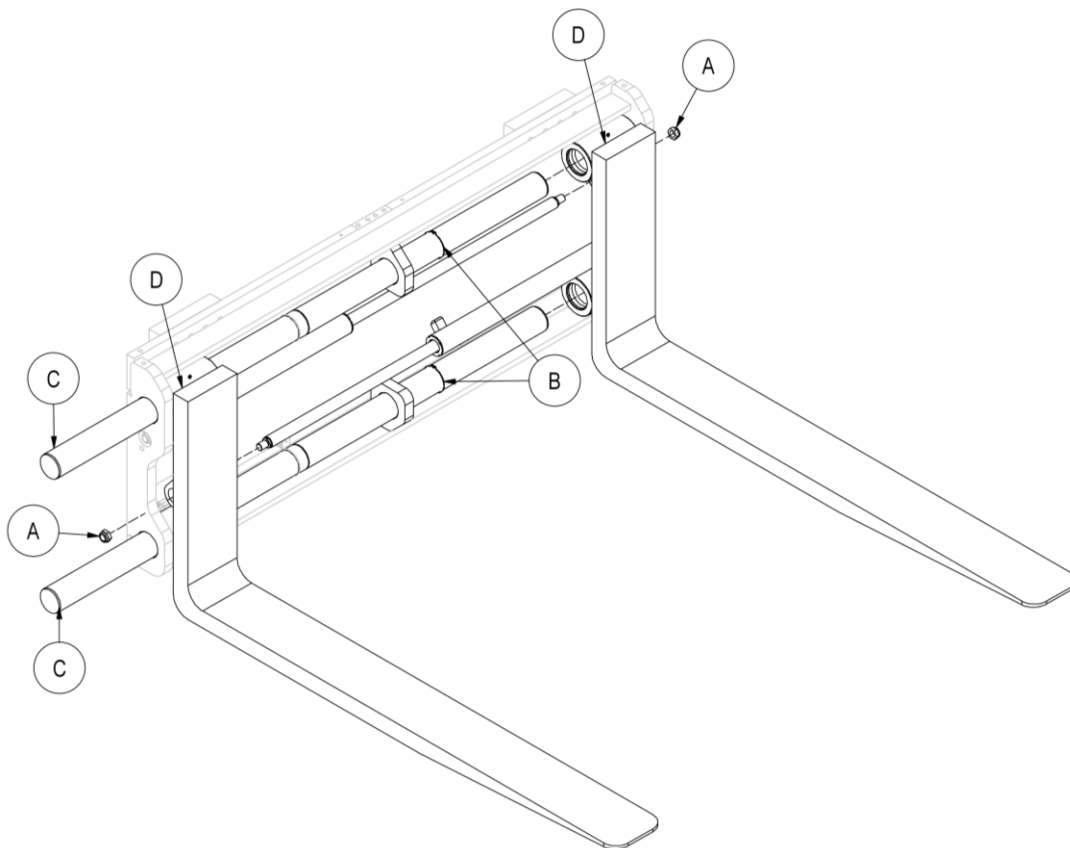

Figura 19
7. Prendere come riferimento la *Figura 19*.